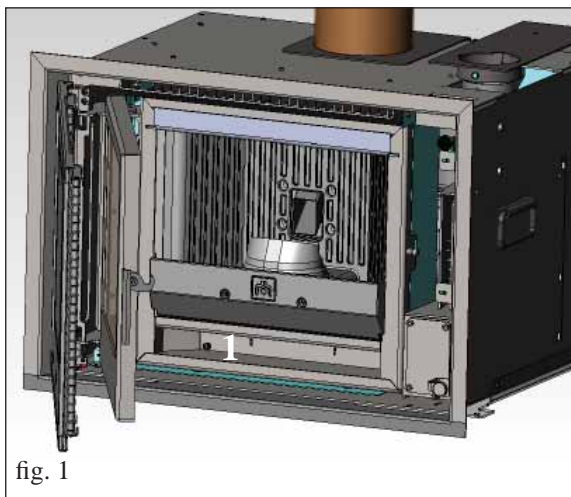

fig. 1
- Nettoyer le foyer et le logement sous le foyer (1) (fig. 1).